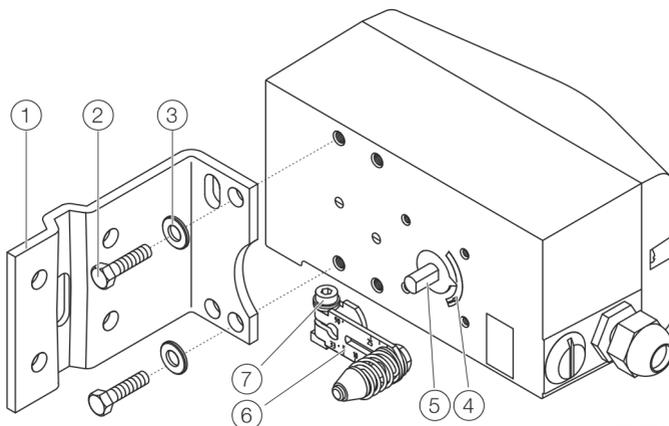
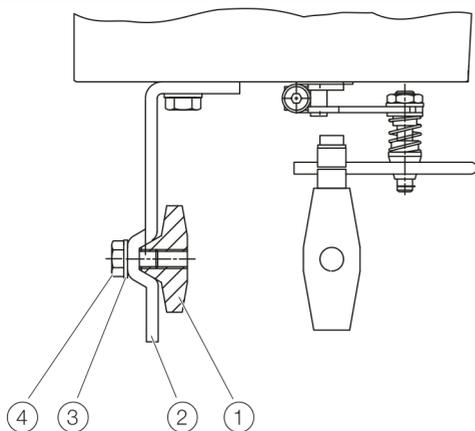

Fig. 6
Fig. 7
1. Fixe a alavanca (6) ao eixo de feedback (5) do posicionador (só pode ser montado em uma posição devido ao formato de corte do eixo de feedback).
2. Usando as setas (4), verifique se a alavanca se move dentro da faixa de operação (entre as setas).
3. Aperte manualmente o parafuso (7) na alavanca.
5. Fixe o suporte de montagem (1) com os parafusos (2) e arruelas (3) usando os orifícios correspondentes na caixa do posicionador.
Aperte os parafusos tão uniformemente quanto possível para garantir a linearidade subsequente. Alinhe o suporte de montagem no orifício oblongo para garantir que a faixa de operação seja simétrica. Ajuste o curso médio da válvula e alinhe a alavanca na horizontal (item 6 fig. 6).
Em seguida, aperte o parafuso de montagem (item 4 fig. 7) (a alavanca se move entre as marcas de seta item 4 fig. 6).